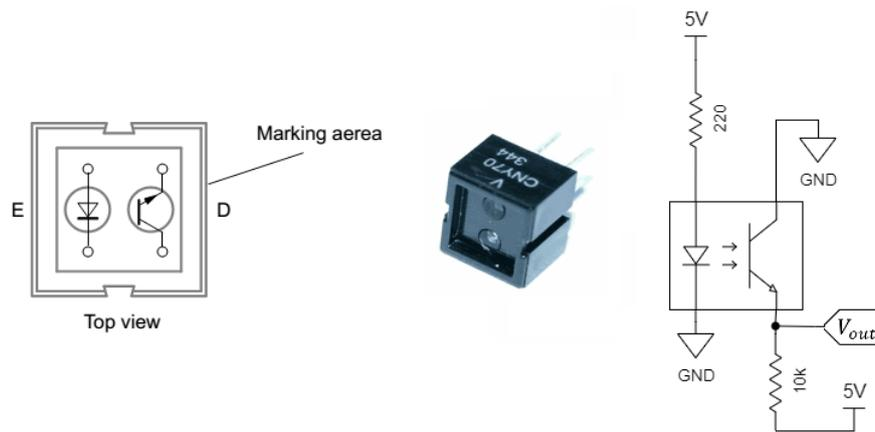

Figura 3: Conexión del sensor infrarrojo CYN70.
Para adquirir la señal de PPG se proporciona el sensor infrarrojo CYN70, el cual debe de ser conectado como se muestra en la figura 3.
1. Armar el circuito de la figura 3.